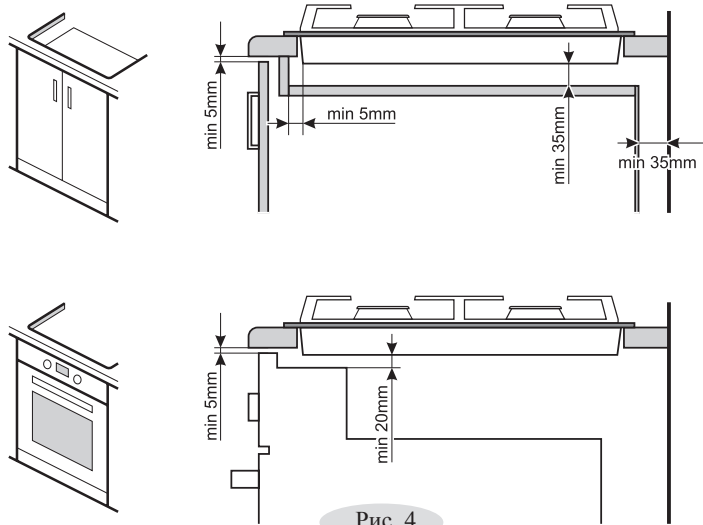

Рис. 4
6. При установке панели варочной необходимо обеспечить минимальные воздушные зазоры согласно рис. 4.